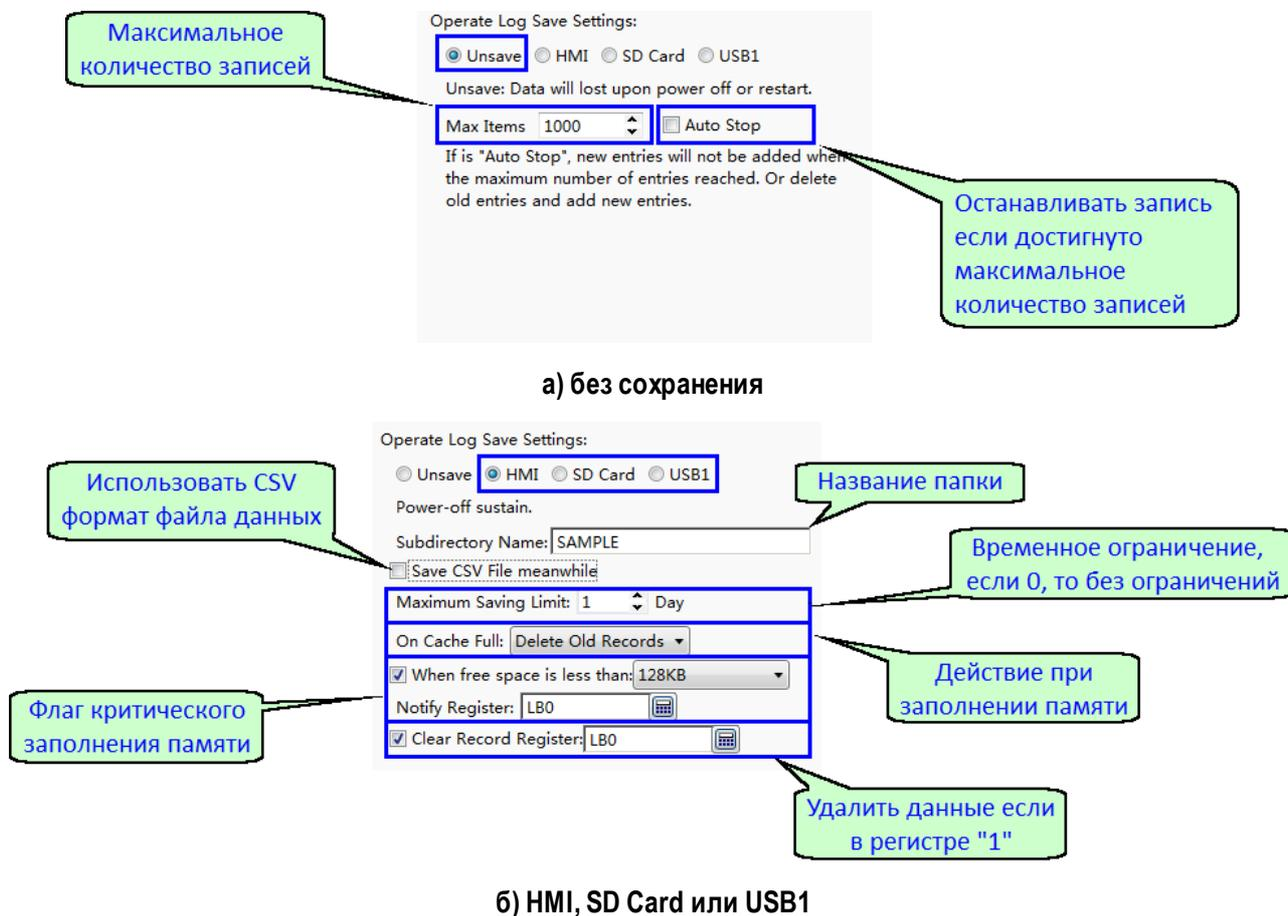

Рисунок 120 - Настройка сохранения собранных данных
6. Настройка сохранения собранных данных. В данном разделе выбирается место сохранения и объем накапливаемых данных. Если выбран вариант "Не сохранять" данные записываются в оперативную память и не сохраняются при отключении питания панели (рисунок 120 а). В случае, если выбран один из вариантов HMI, SD Card, USB1, данные сохраняются во флэш памяти, и их сохранность не зависит от наличия питания (рисунок 120 б).